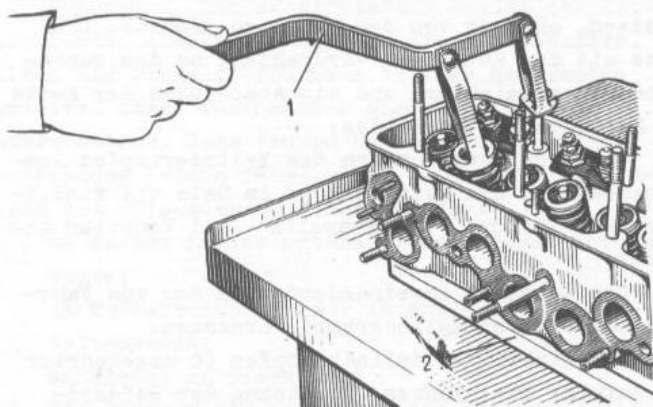

Bild 2-56. Ausbau der Ventilfedern:
- Vorrichtung A.60311/R einsetzen, wie Bild 2-56 zeigt, Ventulfedern zusammendrücken und Ventilkegelstücke freigeben. Anstelle der tragbaren Vorrichtung A.60311/R kann gleichfalls die ortsfeste Vorrichtung 02.7823.9505 angewendet werden;